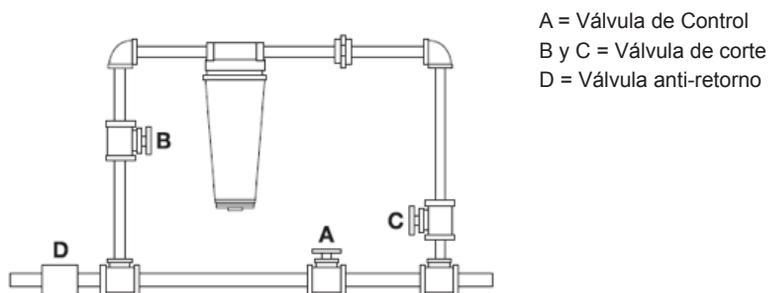

Figura 1: Línea de $\frac{3}{4}$ " con fittings convencional. Típica instalación de filtro antisarro conectada en línea de alimentación del equipo a tratar
2. La carcasa debe ser conectado mediante un by-pass como lo muestra la figura 1. En sistemas de bombas debe haber una válvula de control "D" anti retorno en la línea principal antes del cartucho.